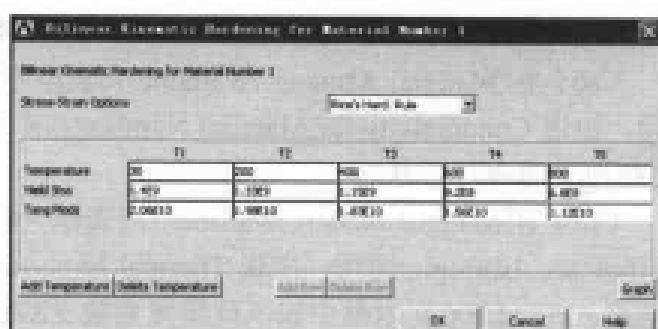

图 13-73 输入钢的屈服强度和切变模量对话框
(7) 在 Material Models Available 列表框中依次双击 Structural、Nonlinear、Inelastic、Rate Independent、Kinematic Hardening Plasticity、Mises Plasticity、Bilinear 选项, 出现 Bilinear Kinematic Hardening for Material Number 1 对话框, 单击 Add Temperature 按钮 4 次, 参照图 13-73 对其进行设置, 单击 OK 按钮关闭该对话框。